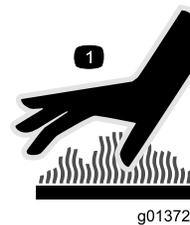

Figura 3
- No toque nunca el motor o el silenciador cuando están calientes (Figura 3).